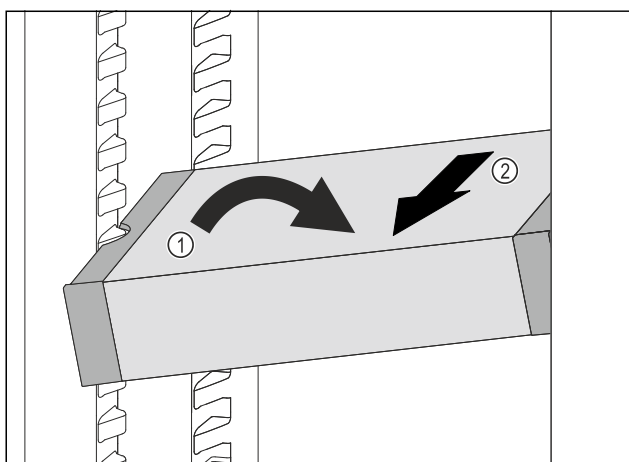

Fig. 119
- VarioSafe postavte v chladničce šikmo. Fig. 119 (1)
- VarioSafe odeberte směrem dopředu. Fig. 119 (2)